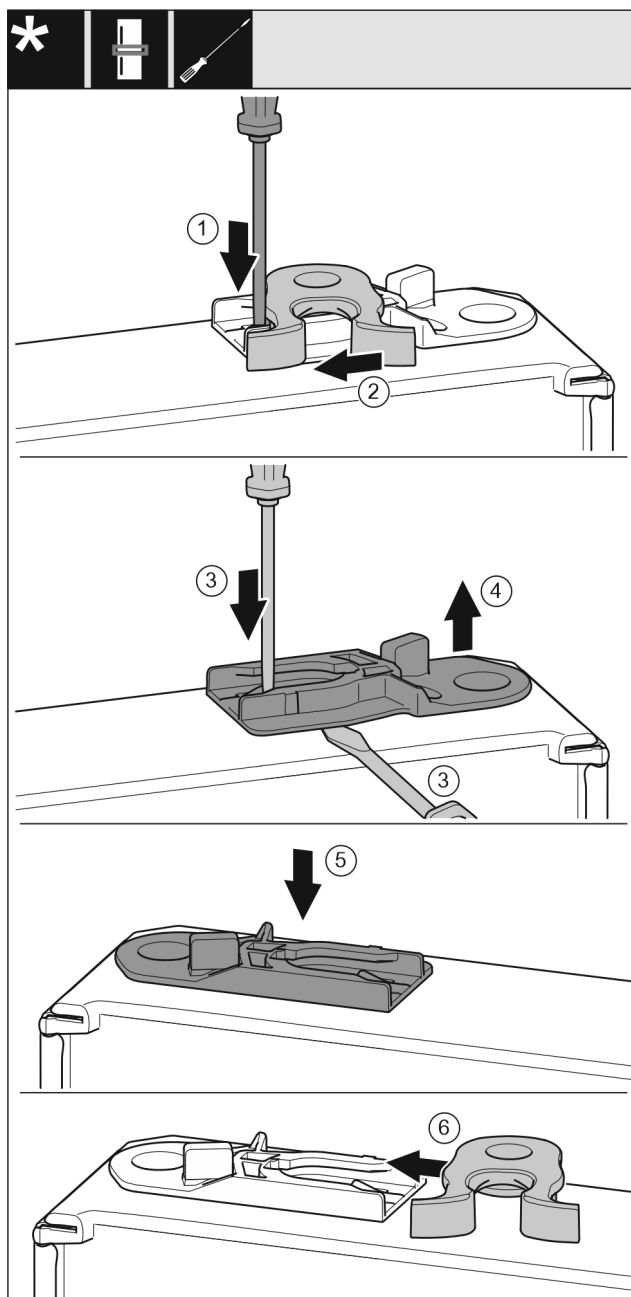

Fig. 21
- Plochým šroubovákem přitlačte lamelu Fig. 21 (1) dolů.
- Vytáhněte petlici Fig. 21 (2) z vedení.
- Vytáhněte vodící pouzdro Fig. 21 (3, 4): Stiskněte jazýček šroubovákem a současně plochým šroubovákem zajed'te pod vodící pouzdro.
- Vodící pouzdro Fig. 21 (5) přiložené v příslušenství zasuňte na druhé straně pláště.
- Petlici Fig. 21 (6) zasuňte do vedení.